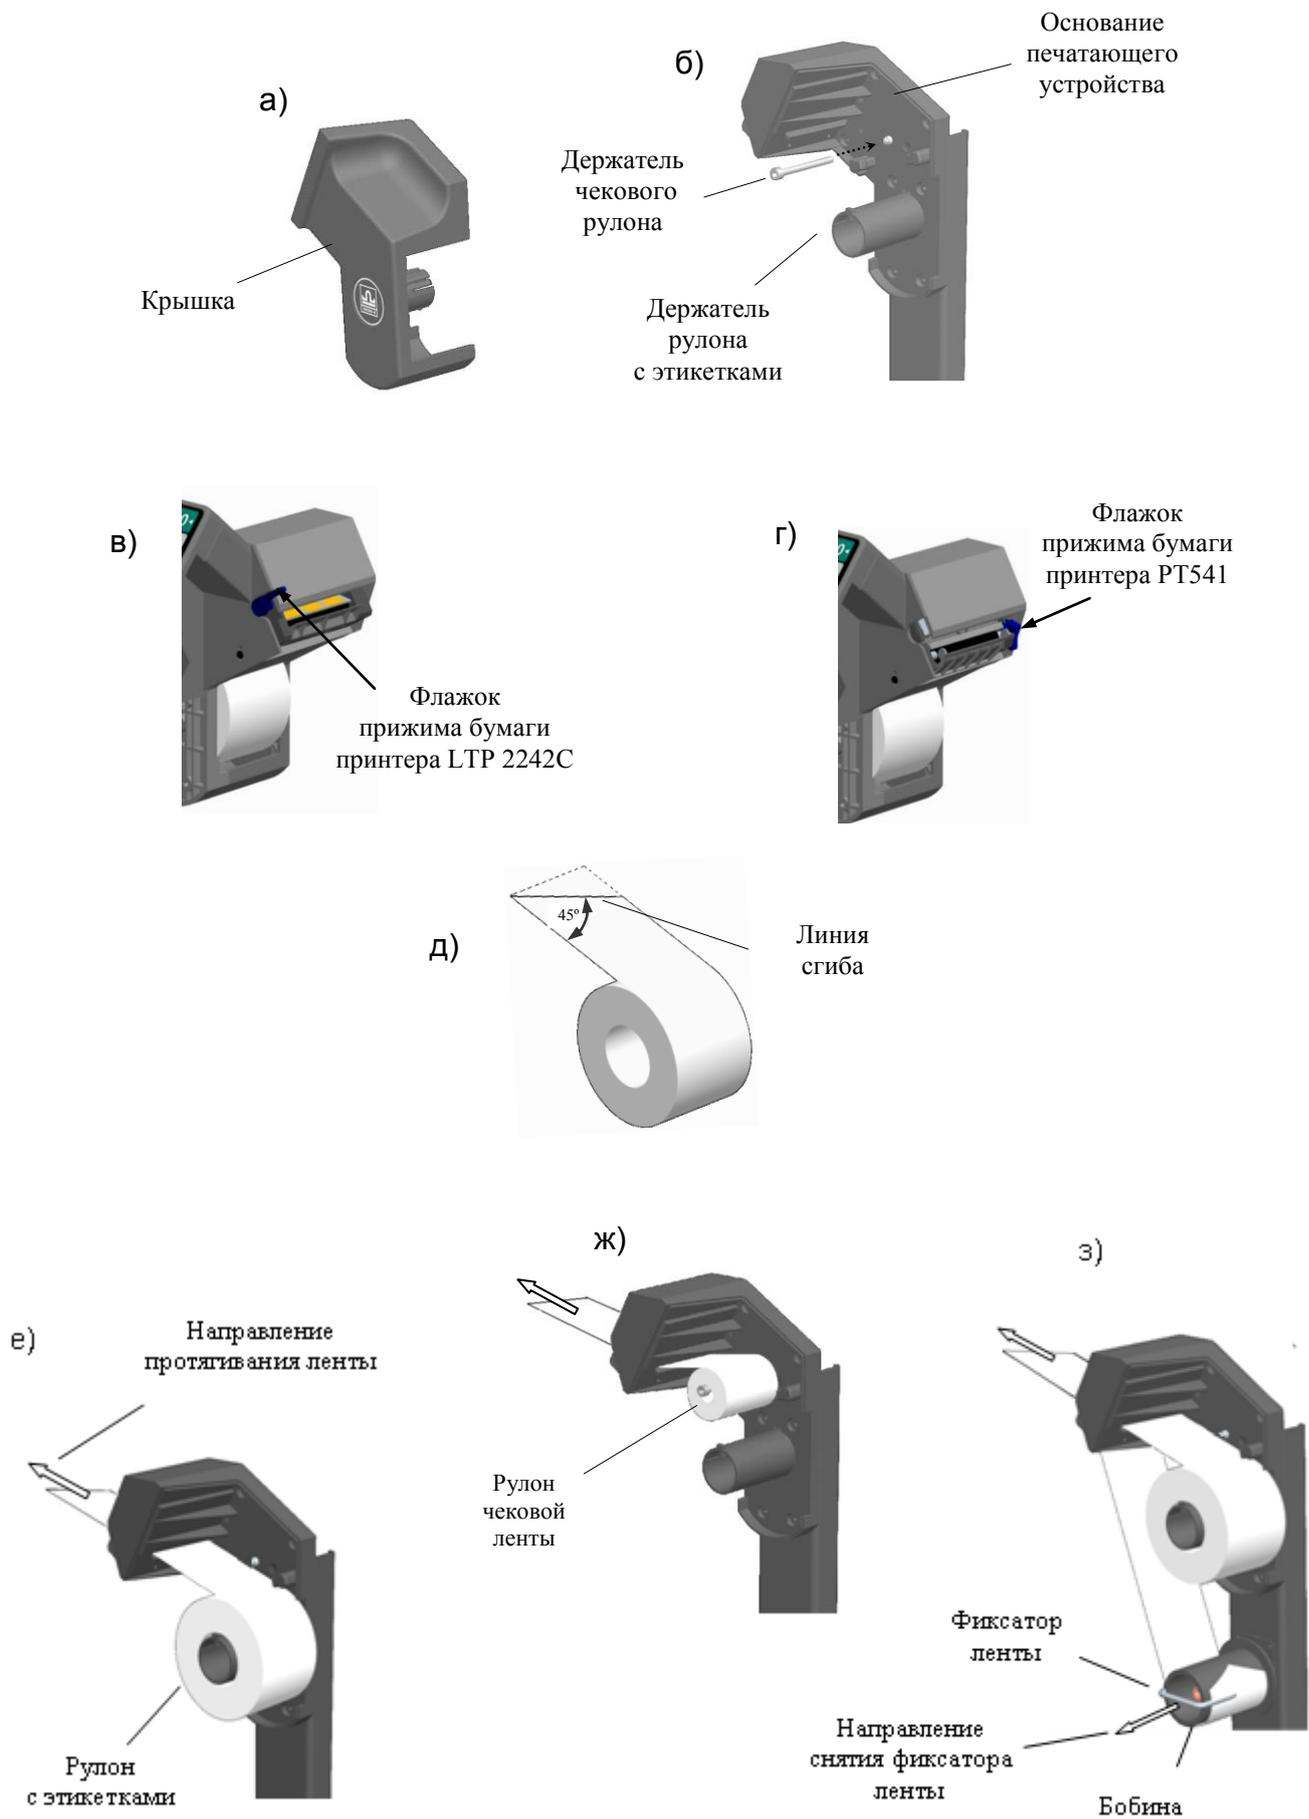

Рис. 2.3 – Установка рулонов в терминалах RP и R2P Дополнить картинку
☞ Для работы с чековой лентой в терминале необходимо установить держатель чекового рулона (рис. 2.3 б), который входит в комплект поставки.
- Легким рывком снять крышку печатающего устройства (Рис. 2.3 а, б).
- Поднять флажок прижима бумаги (Рис. 2.3 в, г).
- Плотнo согнуть конец ленты нового рулона под углом 45° (Рис. 2.3 д).
- Надеть рулон на соответствующий держатель (Рис. 2.3 е, ж).
- Протянуть согнутый конец ленты через принтер в направлении, указанном стрелками (Рис. 2.3 е, ж).
- Снять фиксатор с бобины (Рис. 2.3 з).